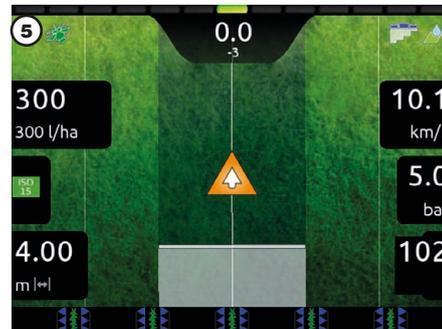

Fig. 168
- 5 Exécutez le traitement (Fig. 168).